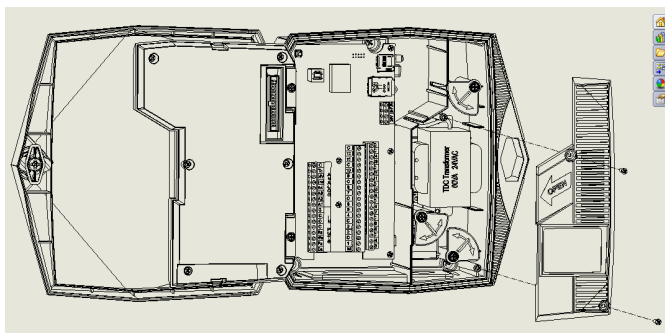
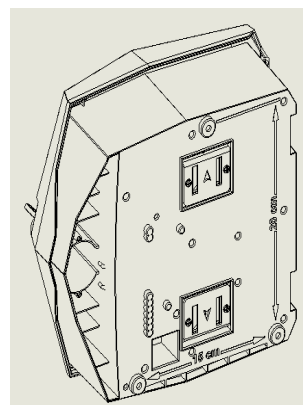
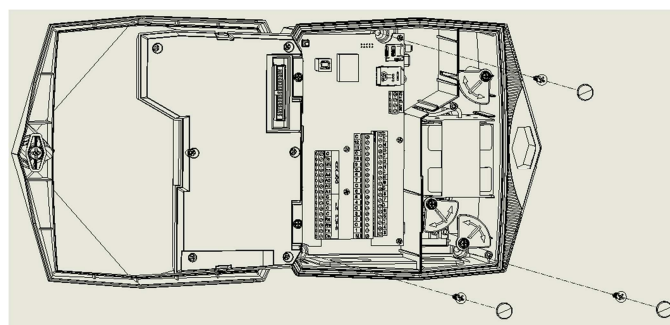

Рисунок 3: Открытие внутреннего корпуса
Рисунок 4: Установка монтажных отверстий для винтов на задней части устройства
Рисунок 6: Установка крепежных винтов с заглушками
3. Отвинтить два винта внутреннего корпуса с правой стороны и открыть корпус (рис. 3). Установить контроллер на стене или в шкафу управления через отмеченные отверстия (рис. 4 и рис 5) с помощью трех винтов. Закрепить винты вручную. Для уплотнения, покрыть прилагаемыми заглушками (рис. 6).
3. Для внутреннего корпуса с правой стороны, отвинтить два винта и открыть корпус (рис. 3).